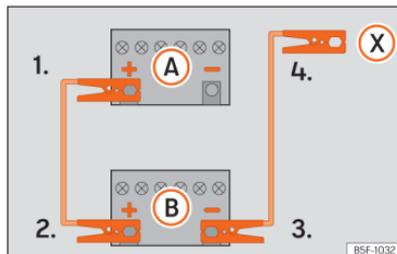

Abb. 210 Anschlusschema für Fahrzeuge ohne Start-Stopp-System.
2. Klemmen Sie ein Ende des roten Starthilfekabels an den Pluspol (+) des Fahrzeuges mit der entladenen Fahrzeugbatterie (A).
3. Klemmen Sie das andere Ende des roten Starthilfekabels an den Pluspol (+) des stromgebenden Fahrzeuges (B).
4. *Fahrzeuge ohne Start-Stopp-System:* Klemmen Sie ein Ende des schwarzen Starthilfekabels an den Minuspol (-) des stromgebenden Fahrzeuges (B) »» (Abb. 210).